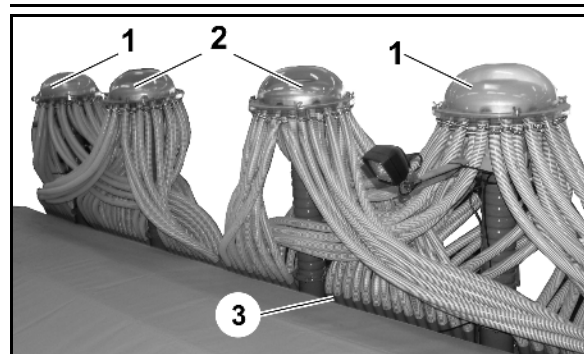

Рис. 61
- Внешние распределительные головки для посевного материала (Рис. 61/1).
- Средние распределительные головки для удобрения (Рис. 61/2).
С помощью системы шлангов (Рис. 61/3) удобрение с посевным материалом транспортируются соответственно к сошнику.